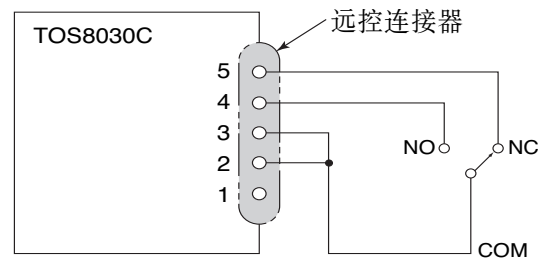

图 6-3 电路示例 2
- 为防止因噪声而引起测试系统的误动作，建议使用如图 6-4 所示的光电耦合器或如图 6-3 中所示的继电器。